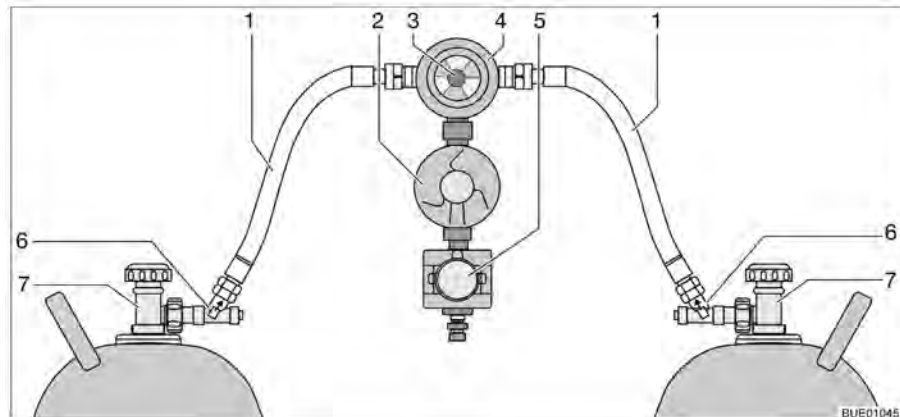

Fig. 97 Dispositif de commutation Crash Protection Unit
La Crash Protection Unit se compose de deux limiteurs de débit à verrouillage manuel (Fig. 97,6), d'une valve de commutation (Fig. 97,4) avec régulateur de pression (Fig. 97,2), d'une électrovanne (Fig. 97,5) et d'une unité de commande à DEL de trois couleurs. La valve de commutation est montée entre les deux lyres (Fig. 97,1).
Un bouton rotatif (Fig. 97,3), situé sur la valve de commutation, permet de définir laquelle des bouteilles de gaz est celle de service et laquelle est celle de réserve.
Seules les fonctions électriques peuvent être activées sur l'unité de commande (Fig. 98). Les robinets principaux des bouteilles de gaz (Fig. 97,7) et les dispositifs de déverrouillage (Fig. 97,6) doivent être ouverts manuellement.
- Ouvrir les robinets principaux des bouteilles de gaz (Fig. 97,7).
- Appuyer sur les dispositifs de déverrouillage (Fig. 97,6) l'un après l'autre pendant 10 secondes.
- Choisir la bouteille de gaz avec le bouton rotatif (Fig. 97,3) de la valve de commutation (Fig. 97,4) à partir de laquelle le gaz sera utilisé principalement (bouteille de service).
- Fermer les robinets principaux des bouteilles de gaz (Fig. 97,7).